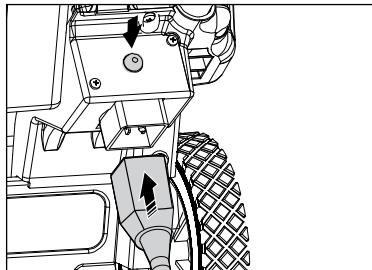

Рис. 14
9. При использовании электростартера (арт. 97649) подключите сетевой удлинитель, предназначенный для питания садового электроинструмента и рассчитанный на напряжение 230 В, к штепсельной вилке стартера (рис. 14).
10. Нажмите кнопку электростартера (рис. 14) и держите ее в течение 3-5 секунд. Произойдет прокручивание вала двигателя и его запуск. Как только двигатель запустился, незамедлительно отпустите кнопку включения электростартера и отсоедините электрический удлинитель от штепсельной вилки снегоуборщика. Если двигатель не запустился, сделайте перерыв в течение 15-20 секунд и повторите попытку.